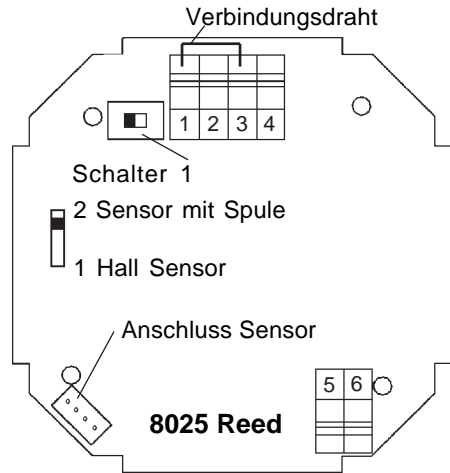

Fig. 3.16 Anschlussbelegung 8025 mit Relais Reed
Zuerst den Deckel abnehmen, das Kabel durch die PG 13,5 führen und gemäß Anschlussbelegung (Fig. 3.16) beschalten.
Wird der Stromausgang 4...20 mA nicht verwendet, muss er an den Pol 0V, mit Schalter 1 in Position A, angeschlossen werden. Hierzu dient der Verbindungsdraht (Fig. 3.16).
**Achtung:** Wird der Stromausgang 4...20 mA nicht verwendet, muss er an den Pol 0V, mit Schalter 1 in Position A, angeschlossen werden. Hierzu dient der Verbindungsdraht (Fig. 3.16).